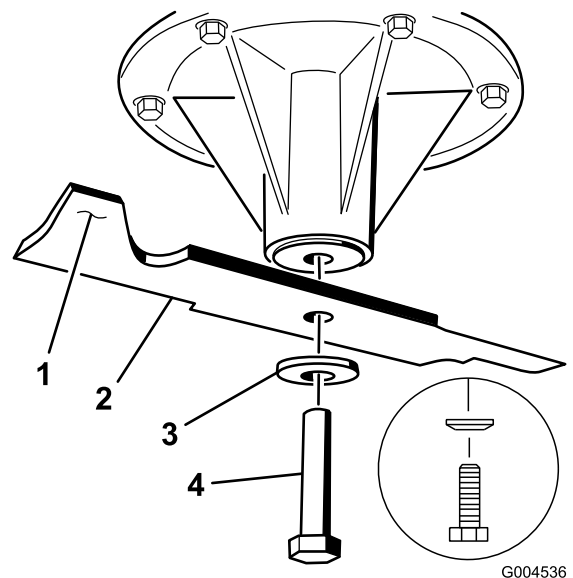

Figure 83
1. Placez la lame sur l'axe (Figure 83).
2. Installez la rondelle élastique et le boulon de la lame. Le côté bombé de la rondelle élastique doit être dirigé vers la tête du boulon (Figure 83). Serrez le boulon à un couple de 115 à 150 Nm (85 à 110 pi-lb).